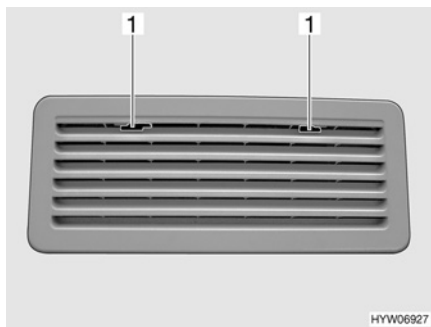
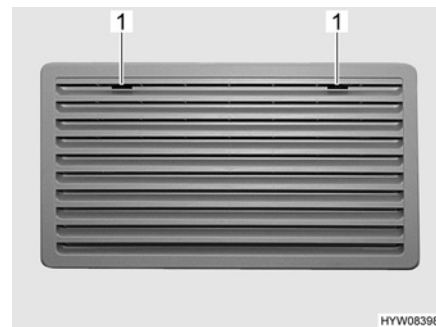

Fig. 95 Griglia di aerazione del frigorifero (Thetford)
Fig. 96 Griglia di aerazione del frigorifero, grande (Thetford)
- Spingere verso il centro l'arresto (Fig. 95,1 o Fig. 96,1).